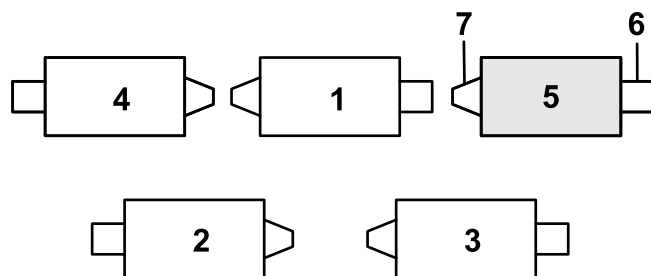

Figura 11
1. Dacă tiftul în formă de agrafă este montat în orificiul din spatele tijei arcului de compensare, îndepărtați tiftul i introduceți-l în orificiul din apropierea suportului (Figura 11).